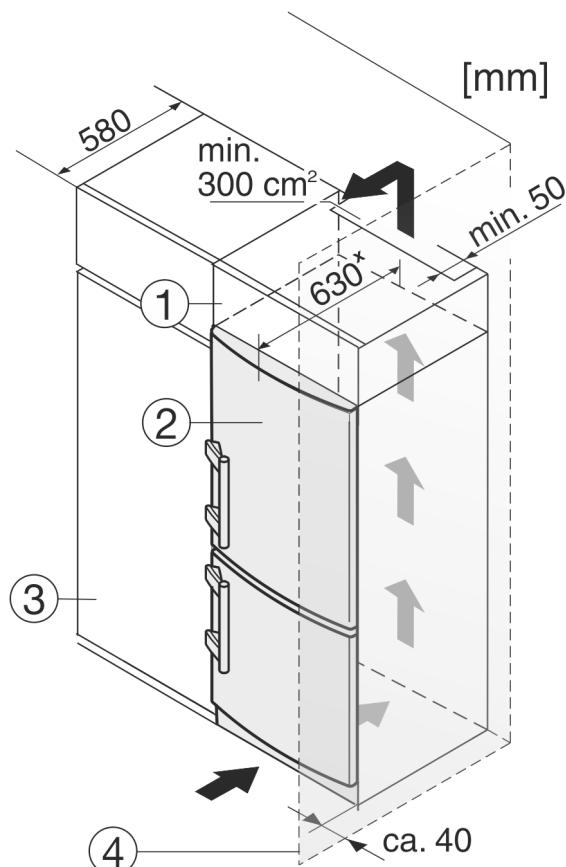

Fig. 9
- (1) Rehausse (2) Appareil (3) Placard de cuisine (4) Mur
L'appareil peut être intégré dans des meubles de cuisine. Pour adapter l'appareil Fig. 9 (2) à la hauteur du coin cuisine, une rehausse Fig. 9 (1) peut être posée sur l'appareil.
Lors de la transformation avec des placards de cuisine (profondeur max. 580 mm), le réfrigérateur peut être placé directement à côté du placard de cuisine Fig. 9 (3). Le réfrigérateur dépasse sur les côtés de 34 mm * et au centre du réfrigérateur de 50 mm * par rapport à la façade du placard.
Si le réfrigérateur est installé avec les charnières près d'une paroi Fig. 9 (4), la distance entre le réfrigérateur et la paroi doit être d'au moins 40 mm. Cela correspond au dépassement de la poignée lorsque la porte est ouverte.